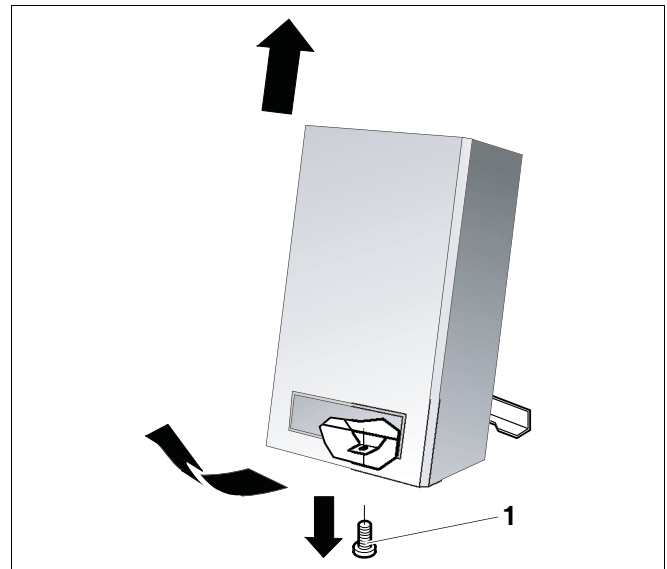

Bild 8 Kesselverkleidung abnehmen
- Halteschraube der Kesselverkleidung lösen (→ Bild 8, [1]).
- Kesselverkleidung abnehmen (→ Bild 8, Seite 20).